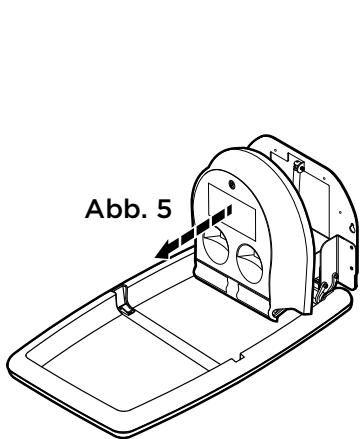

Abb. 5
- Öffnen Sie die Vorrichtung durch Ziehen am Rahmen nach oben und entnehmen Sie den Kunststoff-Auflagenspender. Legen Sie das Teil beiseite. **Abb. 5**